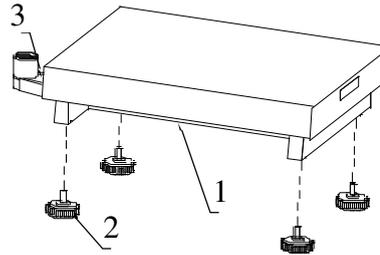

Рисунок 7
А за наявності пристрою установлення за рівнем, виставити вантажоприймальну платформу за рівнем (3) так, щоб бульбашка повітря розмістилася в центрі пристрою установлення за рівнем (дивись рисунок 7);